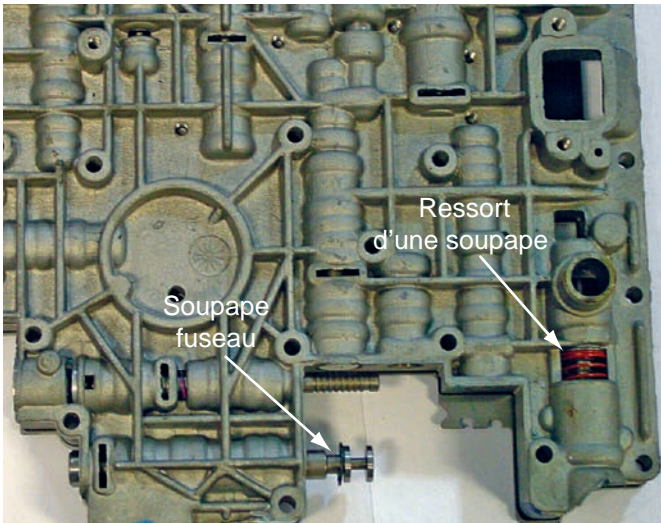

Figure 3-15 Exemples d'une soupape fuseau et d'un ressort de rappel d'un bloc de soupapes.
1. Lorsque toutes les soupapes et tous les ressorts (**figure 3-15**) auront été retirés du bloc hydraulique, faites tremper le bloc hydraulique, le plateau séparateur et le plateau de transfert dans une essence minérale pendant quelques minutes.